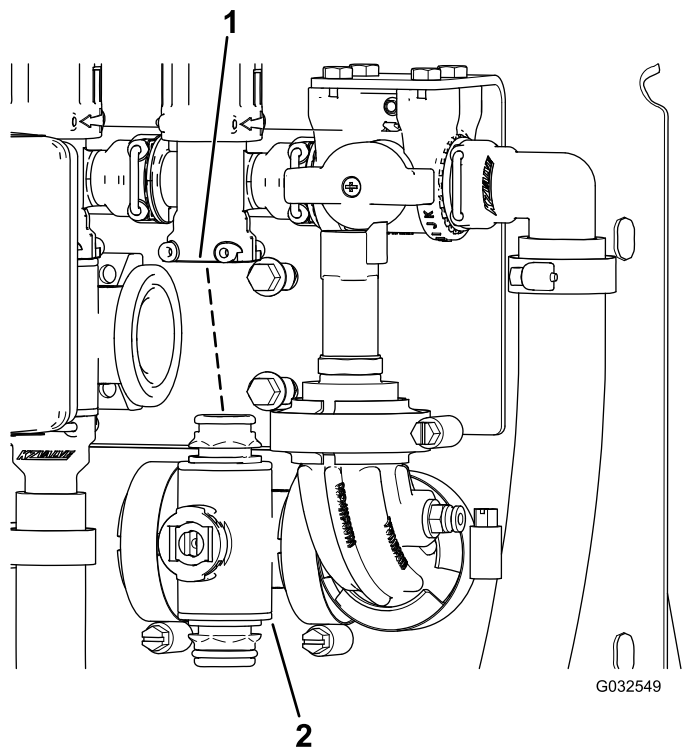

Figura 104
3. Retire el distribuidor de la válvula de sección de la máquina (Figura 104).